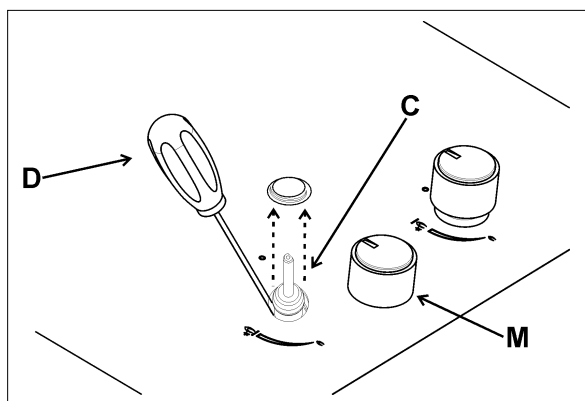

Рис. 13
- Зніміть ручку "М" (рис. 13 і 14) крана, яка просто насунута на шток і нічим не закріплена. Байпасний регулятор мінімальної витрати може перебувати поруч із краном (рис. 13) або всередині вала. У будь-якому разі, для регулювання витрати слід вставити маленьку викрутку "D" у щілину поруч із краном (мал. 13) або в отвір "С" усередині вала крана (мал. 14).